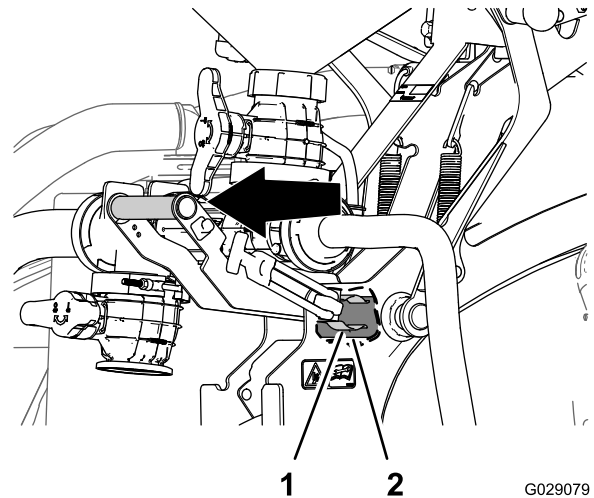
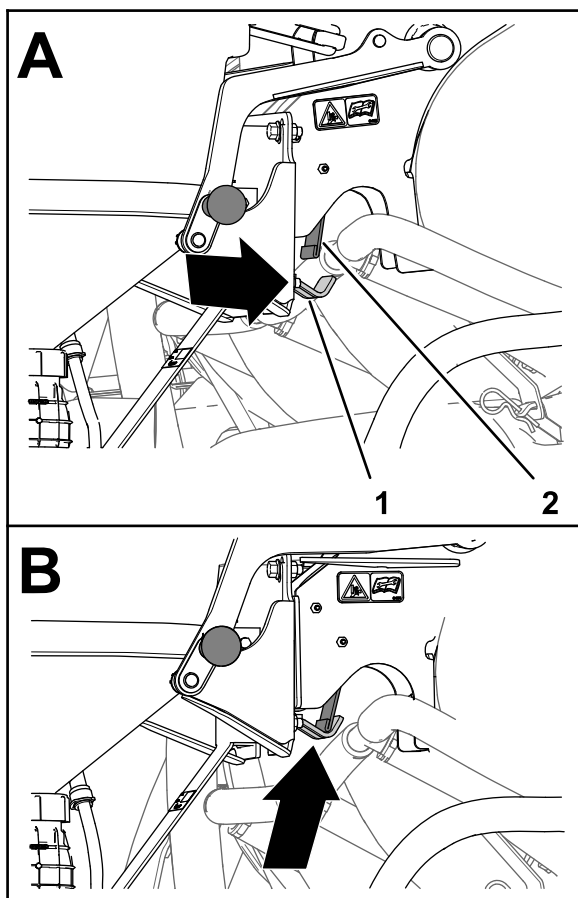

Figure 38
Figure 41
1. Saisissez une poignée au sommet du berceau en plus de la poignée du mélangeur et tirez la poignée du mélangeur vers l'extérieur jusqu'à ce que la partie en crochet du verrou soit alignée à l'extérieur de la plaque élastique (Figure 38 et Figure 41).
4. Poussez la poignée du mélangeur de sorte à élever le crochet jusqu'à la tige de verrouillage et à engager complètement le clip élastique autour du tube de pivot (Figure 38).